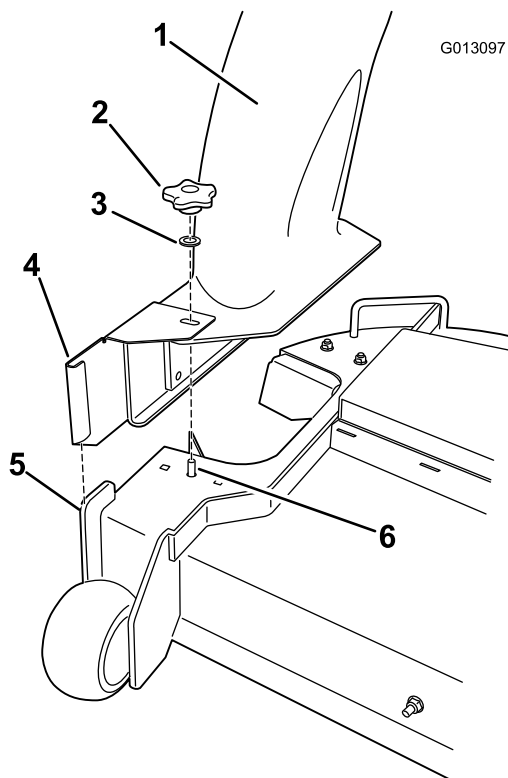

Figure 18
Remarque: L'ouverture sur le haut de la goulotte doit être alignée sur le support qui dépasse en haut du tablier et la plaque verticale avant doit s'adapter parfaitement avec le support métallique replié de la goulotte (Figure 18).
6. Montez une rondelle et un bouton sur le support qui dépasse du haut de la goulotte (Figure 18).